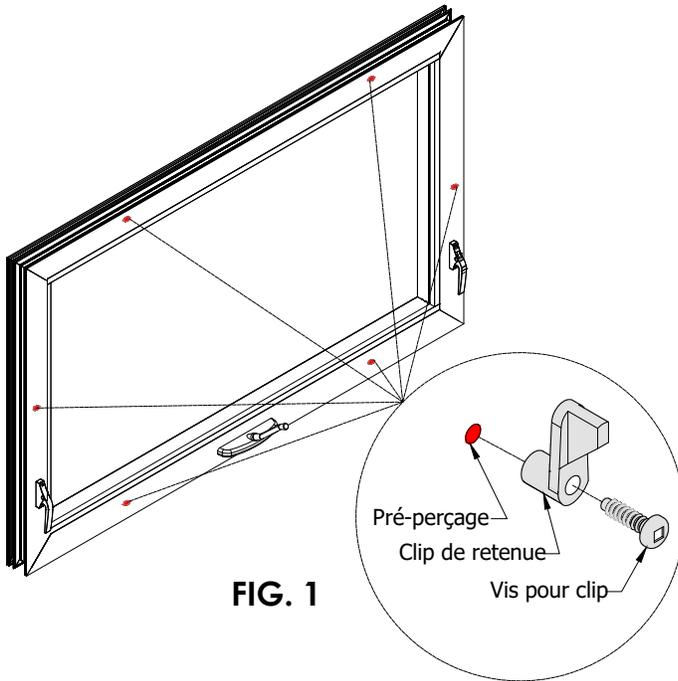

FIG. 1
- Installer les clips et les vis de moustiquaire fournis dans tous les trous pré-perçés. **Voir FIG. 1**